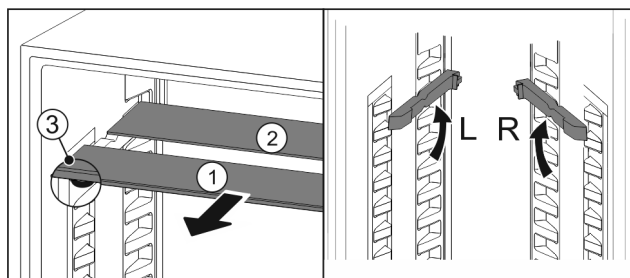

Fig. 127
- Издърпайте Fig. 127 (1) поотделно стъклените плочи напред.
- ▷ Стъклената плоча Fig. 127 (1) с декоративната лайсна е отпред.
- ▷ Ограничителите Fig. 127 (3) сочат надолу.